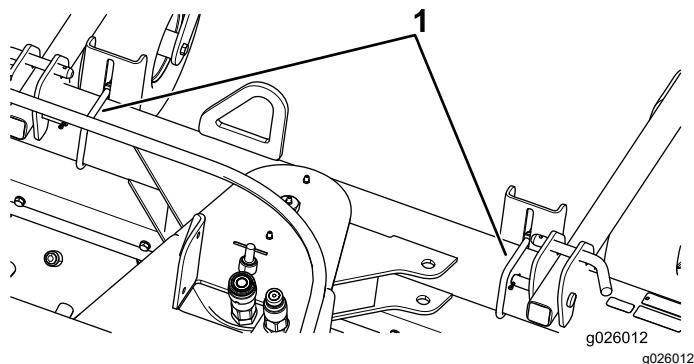

Figura 6
- Pentru a lărgi distanța barierei, slăbești cele 2 uruburi în U ($\frac{3}{8}$ ") care fixează suportul barierei (Figura 6).
- Pentru a reduce distanța barierei, strângeți cele 2 uruburi în U ($\frac{3}{8}$ ") care fixează suportul barierei (Figura 6).